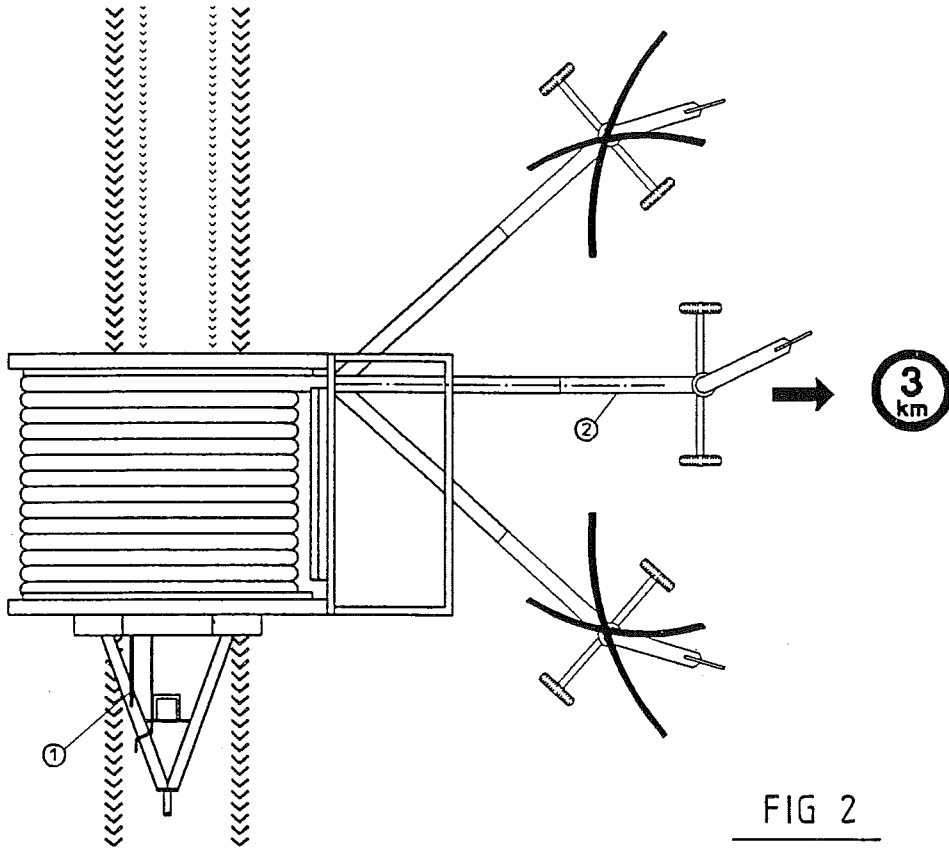

FIG 2
- * 1 Låsepalen ved tandkransen løsnes (fig 2, pos 1)
- * 3 Låsepalen låses (fig 2, pos 1)
- * 6 Ventil under kanonvogn åbnes (fig 2, pos 2,) (kun ved type 3-4-5TT².)